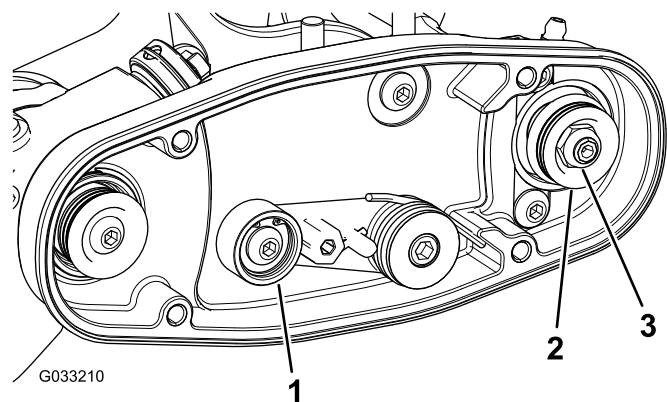
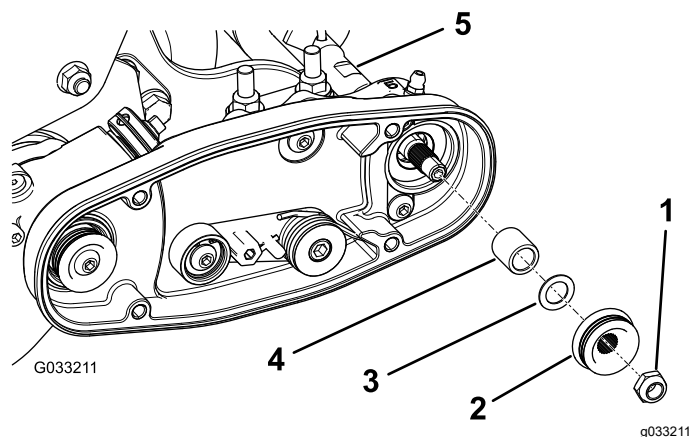

Figura 23
Figura 24
1. La puleggia condotta (all'albero della spazzola per rullo) può spostarsi in dentro o in fuori (Figura 23).
2. Mentre fate ruotare il cilindro, che farà ruotare a sua volta la puleggia motrice, fate leva sulla cinghia per staccarla dalla puleggia motrice (Figura 23).
3. Togliete il dado di bloccaggio che fissa la puleggia condotta all'albero della spazzola (Figura 23 o Figura 24).
4. Rimuovete la puleggia condotta dall'albero (Figura 24).
5. Se occorre spostare in fuori la puleggia, aggiungete una rondella dello spessore di 0,8 mm (Figura 24).